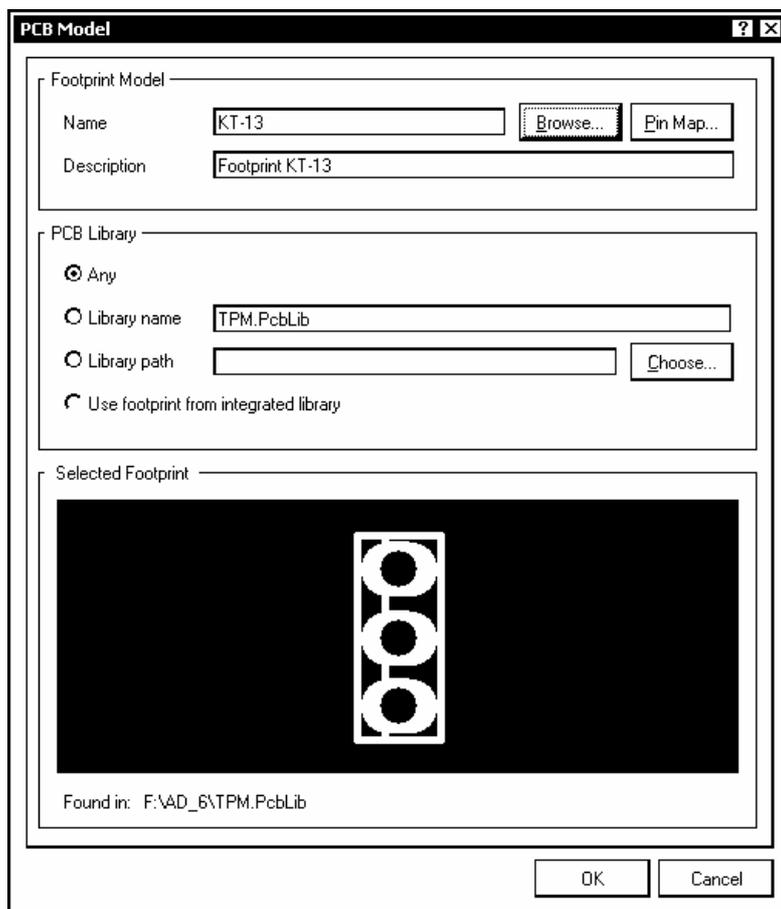
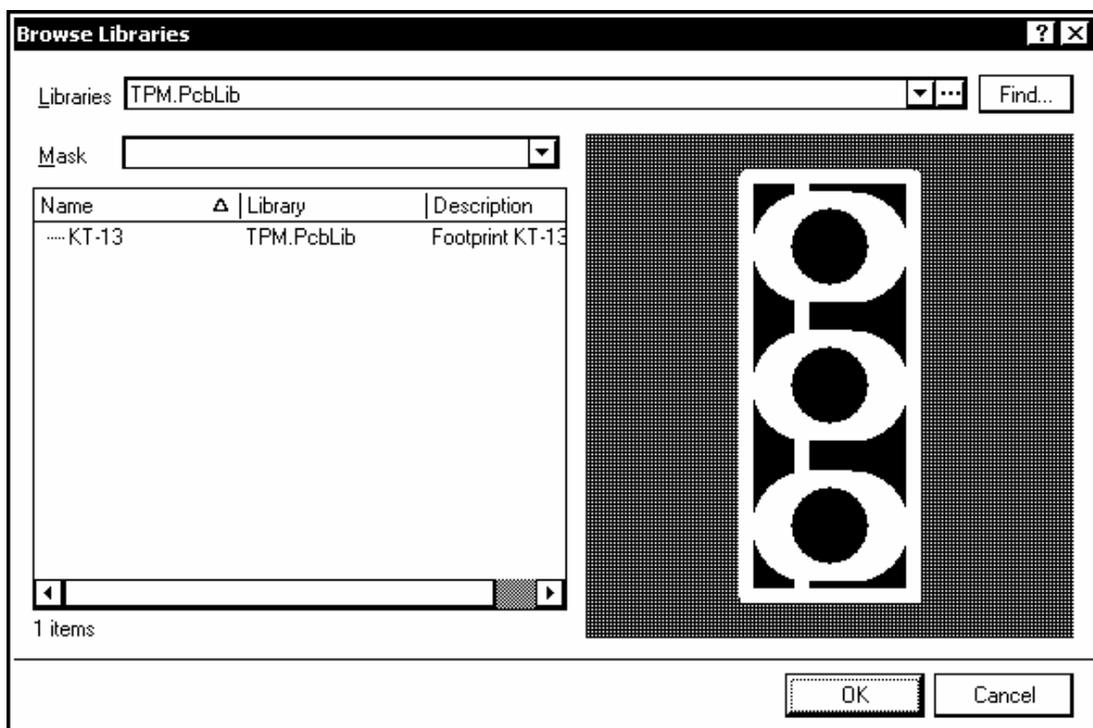

Рис. 3.14
Рис. 3.15
2. По щелчку ОК открывается диалоговое окно PCB Model (рис. 3.14) с пустыми полями. Кнопкой Browse открыть поиск РСВ-библиотеки, содержащей интересующую нас топологическую модель.
3. Открывается диалоговое окно просмотра библиотек Library Browse (рис. 3.15). Поскольку библиотека TPM.PcbLib, содержащая ТПМ КТ-13 включена в дерево проекта Transistor.LibPkg, поиск сразу обнаруживает его.
В полях окна, рис. 3.15, отображается имя библиотеки, имя ТПМ и его описание, а также графическое изображение контура и контактных площадок. Кнопкой ОК окно закрывается, а данные из его полей передаются в окно PCB Model (рис. 3.14).
5. В поле имени модели, Model Name, указать имя KT315A. Если ссылка на файл модели присутствует в дереве проекта Transistor.LibPkg, в полях-закладках в нижней части окна рис. 3.15 отображаются сведения о подключаемой модели: